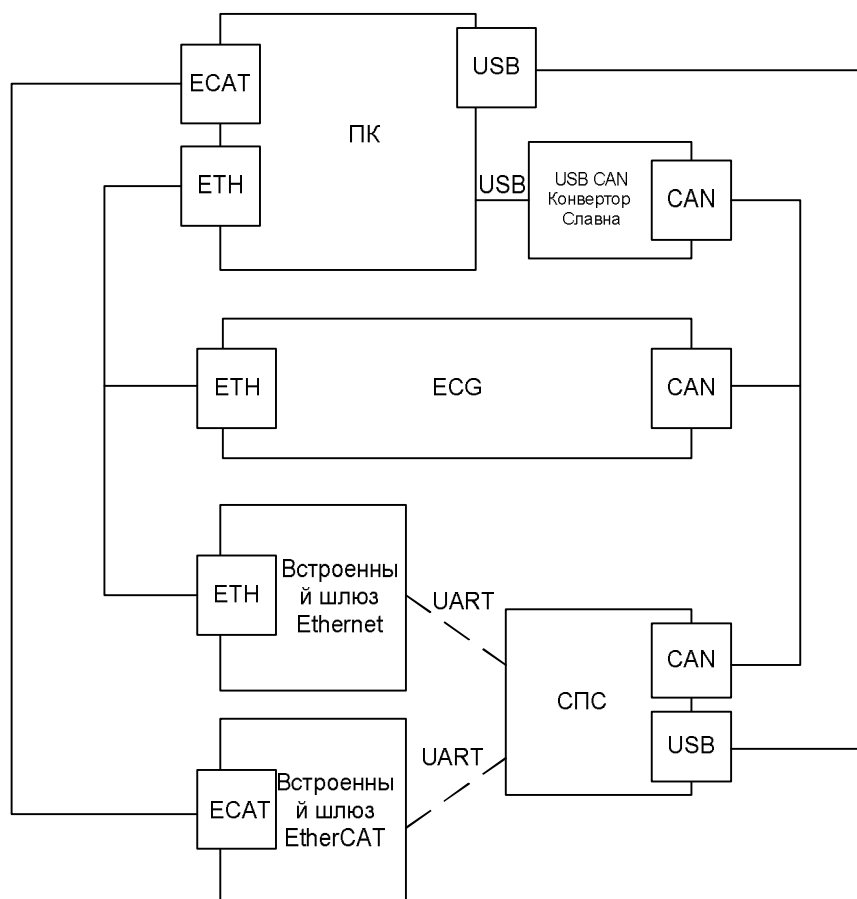

Рис. 1. Варианты интерфейсов контроллера верхнего уровня с приводами серии СПС.
- USB порт (см. Рис. 1). Непосредственное взаимодействие с контроллером привода через микросхему Silicon Labs CP21xx виртуального COM порта по интерфейсу USB. Данный вариант является наиболее простым.
- CAN шина (см. Рис. 1). Непосредственное взаимодействие с контроллером привода через CAN шину. Данный вариант требует наличие CAN интерфейса в самом контроллере верхнего уровня. Например, для ПК потребуется дополнительный USB-CAN конвертор или карта расширения CAN-PCI. CAN шина является надежной и удобной шиной. CAN шина является высокозащищенным каналом связи. При ее использовании можно организовывать взаимодействие с количеством приводов: до 5 штук.
- Ethernet шина (см. Рис. 1). В сервоприводы серии СПС встроен дополнительный контроллер связи, который представляет собой шлюз между шиной Ethernet и контроллером привода.
- Ethernet шина. Посредством использования Ethernet CAN шлюза ECG (см. Рис. 1).